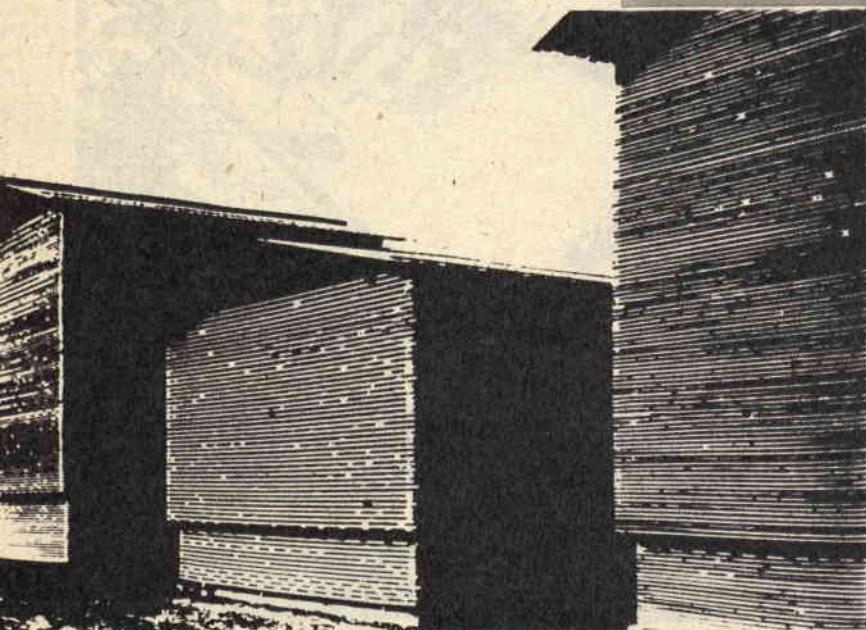

Fig. 4
*Fig. 4 - La catasta di legname è stata ottenuta con la stessa tecnica della figura 2. Questa foto potrà essere messa in risalto in un pannello e costituire così un ottimo elemento di descrizione.*